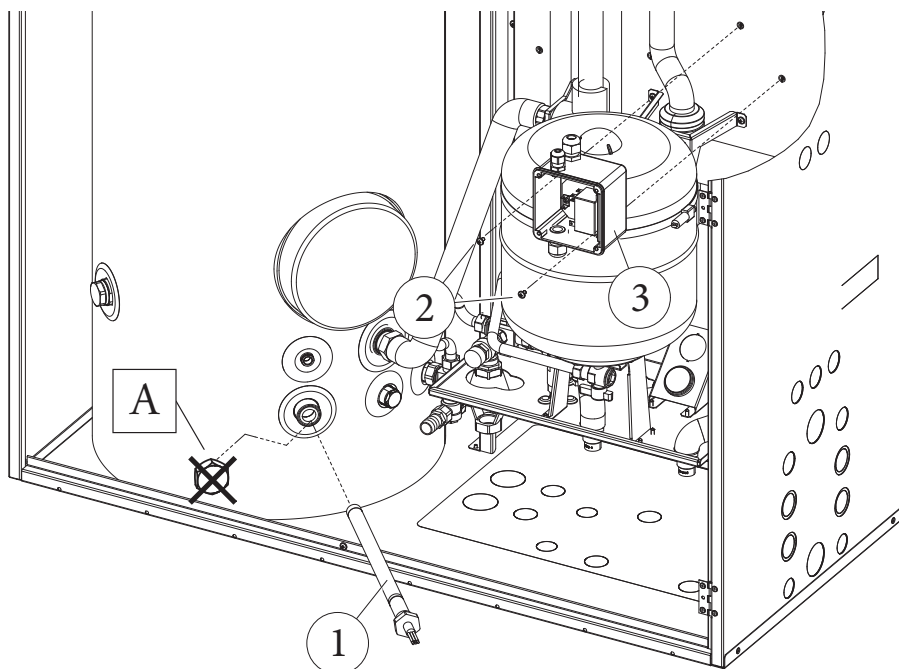

Fig. 3
- Smontare il tappo (A) presente sull'unità bollitore.
- Quindi inserire l'o-ring sulla resistenza (1) ed avvitarela nell'apposita sede sull'unità bollitore (Fig. 3).
- Prendere la scatola allacciamento (3), togliere il coperchio e fissarla tramite le viti (2) ai fori svasati presenti sulla lamiera posteriore (Fig. 3).
- Remove the tap (A) on the storage tank unit.
- Then insert the o-ring on the resistance (1) and screw it in the dedicated seat on the storage tank unit (Fig. 3).
- Take the connection box (3), remove the cover and fasten it to the countersunk holes on the rear metal-sheet plate (Fig. 3) with the screws (2).